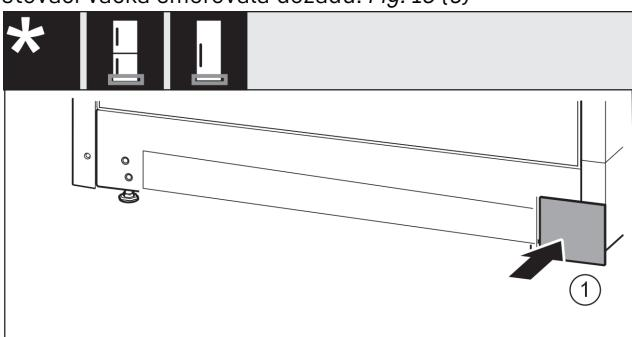

Fig. 17
- ▶ Kryt opět nasaděte na druhé straně. Fig. 17 (1)